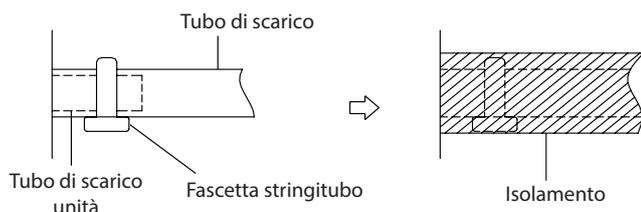

Fig. 6.1
2. Collegare l'estremità del tubo di scarico al tubo di scarico dell'unità. Avvolgere l'estremità del tubo e fissarla saldamente con una fascetta stringitubo. (Fig. 6.1)